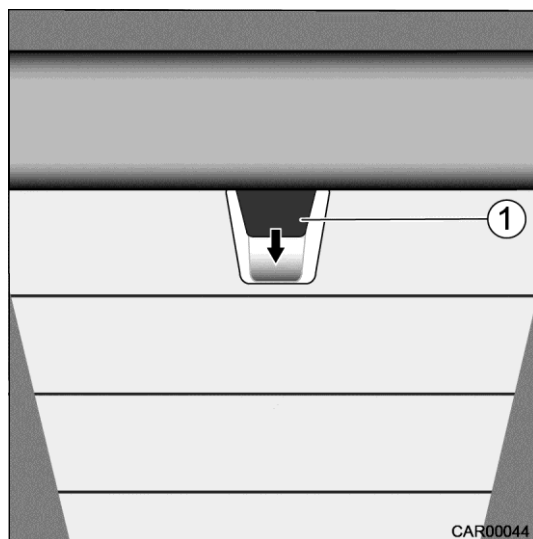

Fig. 66 Lit de pavillon mécanique en cabine
2. Déverrouiller le lit de pavillon en tirant sur la poignée (Fig. 66/1), le pousser vers le bas et l'abaisser.